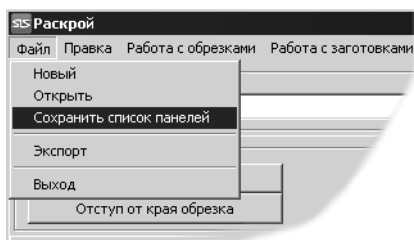

Рис. 2.
- ▼ Вызвать команду **Сохранить список панелей** (рис. 2).